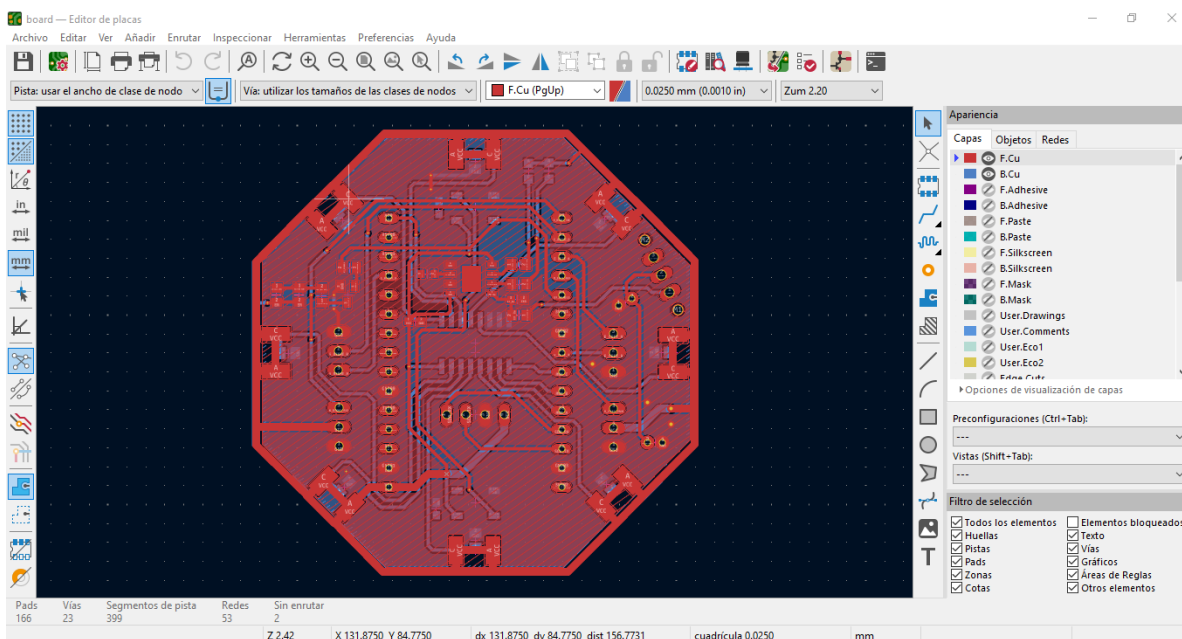

Ilustración 9 Editor de placas KiCad.
Paso 3.5: Regresando el menú de proyecto (Ilustración 9) nos dirigimos a Editor de placas, aquí se pueden observar las pistas de conexión.